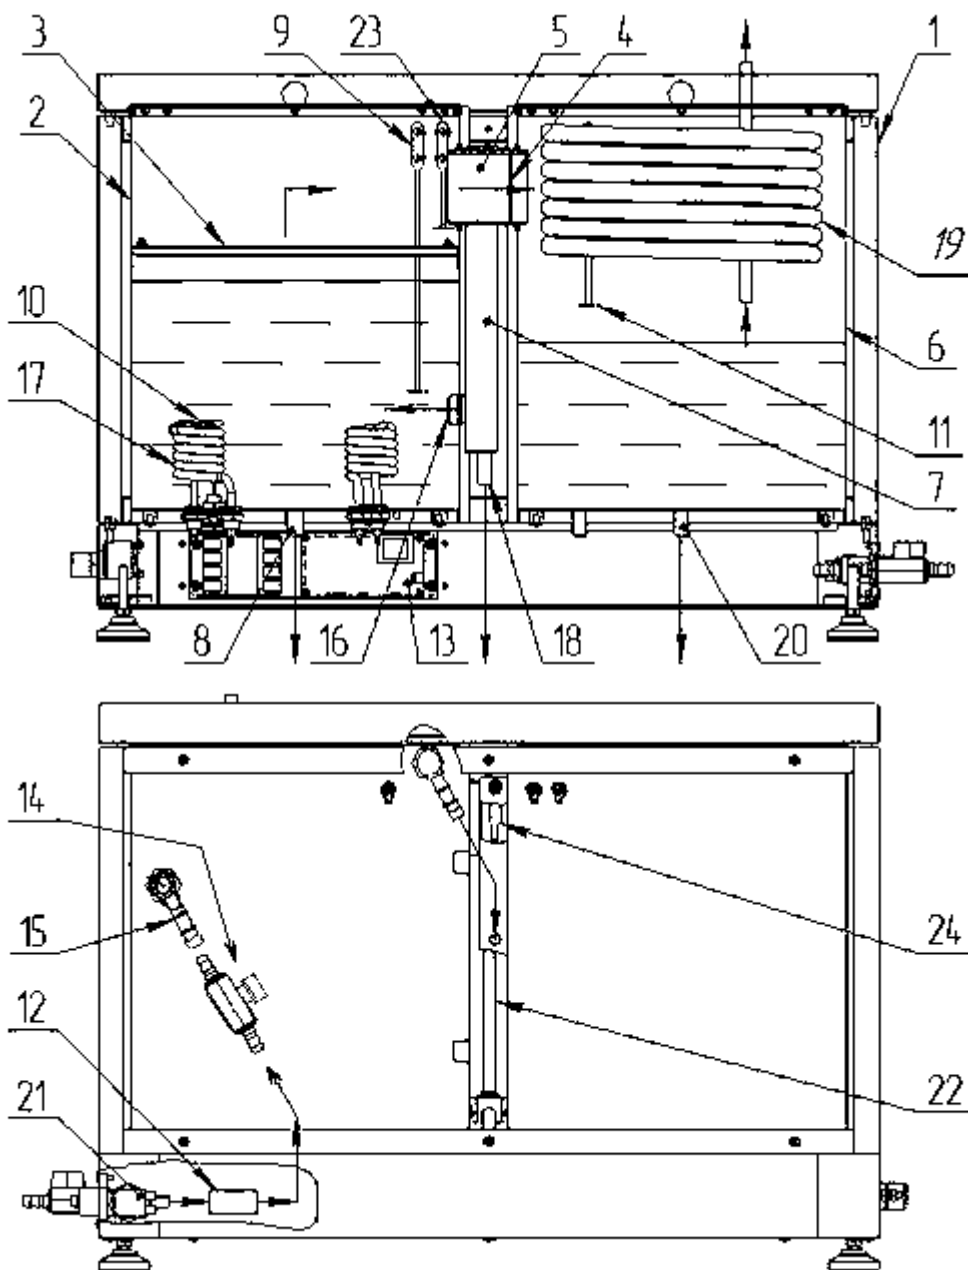
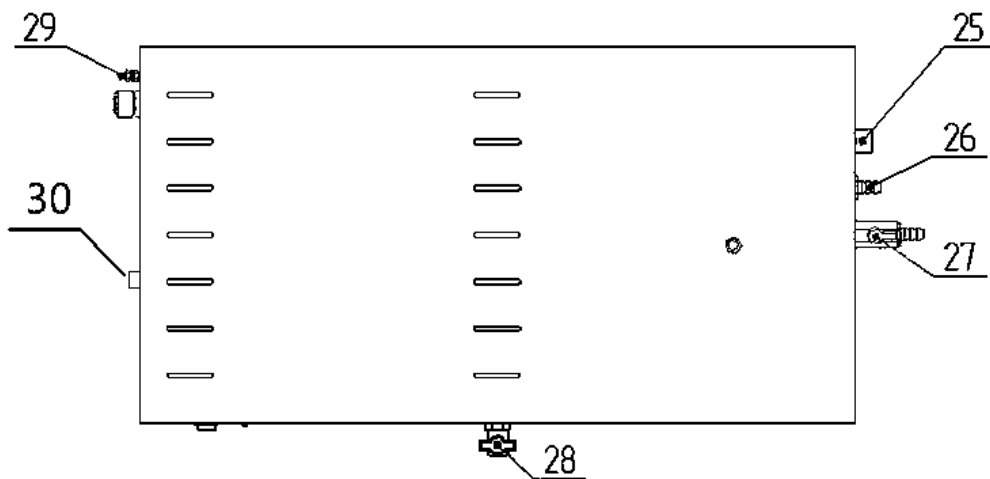

Рисунок 1. Устройство аквадистилляторов электрических Liston A 1104, Liston A 1110, Liston A 1125, где:
Рисунок 2. Схема подключения к штуцерам и клемме заземления аквадистилляторов электрических Liston A 1104, Liston A 1110, Liston A 1125, где:
Компоненты электрической схемы поз.13 (Рисунок 1) расположены в нижней части основания. На переднюю панель основания аквадистиллятора слева направо выведены сигнальные лампы с обозначениями «СЕТЬ», «ПОДАЧА ИСХОДНОЙ ВОДЫ», «ДОСТАТОЧНЫЙ УРОВЕНЬ ВОДЫ В ИСПАРИТЕЛЕ», «НАГРЕВ», «ПОЛНЫЙ НАКОПИТЕЛЬ», «АВАРИЯ».
срабатывание клапана поз.21 подачи исходной воды (Рисунок 1) - загорается сигнальная лампа «ПОДАЧА ИСХОДНОЙ ВОДЫ». Как только уровень воды в испарителе достигнет нижнего датчика контроля уровня в испарителе поз. 9, загорается сигнальная лампа «ДОСТАТОЧНЫЙ УРОВЕНЬ ВОДЫ В ИСПАРИТЕЛЕ», далее автоматика включает нагревательные элементы поз.17, при этом загорается сигнальная лампа «НАГРЕВ».
4.2.1.5. Дистиллированную воду можно получать в непрерывном режиме, не используя Сборник поз.6, отбирая дистиллят через Сливной кран поз.28 (Рисунок 2) на передней панели в другие емкости.
4.2.2.3. При достижении уровнем воды в Испарителе поз.2 (Рисунок 1) Нижнего датчика поз.9 (контакт LOW на Рисунке 3, Рисунке 4), срабатывает магнитный пускатель КМ 1.1 и подключает напряжение к электронагревателям EK.
4.2.2.6. При наполнении сборника дистиллята до Датчика уровня поз.11 (Рисунок 1) (контакт HIGH на Рисунке 3, Рисунке 4), автоматика отключает нагрев воды и перекрывает Входной клапан подачи воды Y1. При сливе дистиллята из накопителя автоматика вновь открывает входной клапан Y1 и включает нагрев воды.
4.2.2.7. При переливе воды в Испарителе поз.2 (Рисунок 1) или Уравнителе поз.7, уровень воды достигает верхнего датчика контроля уровня в Испарителе поз.23 и датчика контроля уровня в Уравнителе поз.24 (контакт ALARM на Рисунке 3, Рисунке 4) автоматика отключает нагреватели EK и входной клапан Y1, при этом загорается красная сигнальная лампа «АВАРИЯ». Для продолжения работы необходимо выключить сетевой выключатель S1 (Сеть), устранить причину перелива и включить повторно тумблер S1 (Сеть).
тра Клапана поз.25 (Рисунок 2) и для удобной регулировки и контроля давления в системе подачи воды.
6.11. Присоединить штуцер ДУ8 (для аквадистиллятора Liston A 1104) с наружной резьбой 1/2", либо ДУ12 (для аквадистилляторов Liston A 1110 и Liston A 1125) с наружной резьбой 1/2" через уплотнительную ленту к Крану поз.28 (Рисунок 2). Подсоединить силиконовую трубку к штуцеру и закрепить пластиковой стяжкой.
6.12. Присоединить штуцер ДУ8 (для аквадистиллятора Liston A 1104) с наружной резьбой 1/2", либо ДУ12 (для аквадистилляторов Liston A 1110 и Liston A 1125) с наружной резьбой 1/2" через уплотнительную ленту к Крану поз.27 (Рисунок 2)
Подключить шланги слива, один к Штуцеру 26- сливу охлаждающей воды (Рисунок 2), второй к Крану-штуцеру поз.27 - сливу отработанной воды из испарителя. Соединения шлангов со штуцерами стянуть хомутами, входящими в комплект поставки.
(ВАЖНО: Шланг слива охлаждающей воды из Штуцера поз.26 (Рисунок 2) должен располагаться под уклоном и на нем не должно быть вертикальных изгибов. Шланг не должен упираться во внутреннюю стенку сливной трубы. При необходимости можно укоротить длину шланга. Перепад высот между штуцером поз.26 и местом подключения к сливу воды должен быть не менее 0,1-0,2 м. Если не выполнить данные требования по установке слива, уровень воды в Испарителе поз.2 (Рисунок 1) и Уравнителе поз.7 может начать повышаться, а при достижении Верхнего датчика контроля уровня поз.23 или Датчика контроля уровня поз.24, автоматика выключит дистиллятор, при этом загорится красная сигнальная лампа «АВАРИЯ».)
6.14. Подключить наливной шланг к Штуцеру поз.25 (Рисунок 2)
6.16. Проверить, что нижний Датчик контроля уровня поз.9 (Рисунок 1) не касается стенок Испарителя поз.2 и Рассекателя потока пара поз.3. В противном случае электронагреватели начнут работать в отсутствие достаточного уровня воды. При этом произойдет аварийное выключение дистиллятора из-за повышения температуры электронагревателей выше 150°C.
6.17. Проверить, что Датчик уровня дистиллята поз.11 (Рисунок 1) не касается стенок Конденсатора поз.6 и Теплообменника поз.19. В противном случае автоматика будет считать что сборник наполнен дистиллятом, автоматика отключит нагрев воды и перекроет входной клапан подачи воды.
6.18. Проверить, что Датчики поз.23 (Рисунок 1) и поз.24 не касаются стенок Испарителя поз.2 и Уравнителя поз.7. В противном случае, автоматика будет считать, что произошел перелив воды и выключит дистиллятор, при этом загорится красная сигнальная лампа «АВАРИЯ».
7.3. Перед первым использованием или после технического обслуживания необходимо проверить, что нижний Датчик контроля уровня поз.9 (Рисунок 1) не касается стенок Испарителя поз.2 и Рассекателя потока пара поз.3. В противном случае электронагреватели начнут работать в отсутствие достаточного уровня воды. При этом произойдет аварийное выключение дистиллятора из-за повышения температуры электронагревателей выше 150°C.
7.4. Перед первым использованием или после технического обслуживания необходимо проверить, что Датчик уровня дистиллята поз.11 (Рисунок 1) не касается стенок Конденсатора поз.6 и Теплообменника поз.19. В противном случае автоматика будет считать, что сборник наполнен дистиллятом, отключит нагрев воды и перекроет входной клапан подачи воды.
7.5. Перед первым использованием или после технического обслуживания необходимо проверить, что Датчики поз.23 и поз.24 (Рисунок 1) не касаются стенок Испарителя поз. 2 и Уравнителя поз.7. В противном случае, автоматика будет считать, что произошел перелив воды - выключит дистиллятор, при этом загорится сигнальная лампа «АВАРИЯ».
7.6. Закрыть кран-штуцер слива воды из Испарителя поз. 27 (Рисунок 2).
7.9. При достижении уровнем воды в испарителе Нижнего датчика контроля уровня в испарителе поз.9 (Рисунок 1), должна загореться сигнальная лампа «ДОСТАТОЧНЫЙ УРОВЕНЬ ВОДЫ В ИСПАРИТЕЛЕ», а через некоторое время должна загореться сигнальная лампа «НАГРЕВ», при этом автоматика должна включить нагревательные элементы.
7.11. Если после выхода на рабочий режим пар выходит из дистиллятора наружу, необходимо отрегулировать расход воды, идущей на охлаждение с помощью Крана ограничения расхода поз.14 (Рисунок 1). Для этого необходимо предварительно снять заднюю стенку дистиллятора, открутив 6 винтов. Оптимальным считается режим, когда температура воды на выходе из Штуцера поз.26 (Рисунок 2) равна 60-80 градусам Цельсия. Температура сливаемой воды, идущей на охлаждение, выше 80 градусов Цельсия означает, что расход ее недостаточный, при этом пар начинает выходить из дистиллятора наружу, а температура получаемой дистиллированной воды повышается.
7.17. Через 30 минут после выключения, слить воду из камеры испарения, открыв для этого Сливной кран поз.27 (Рисунок 2).